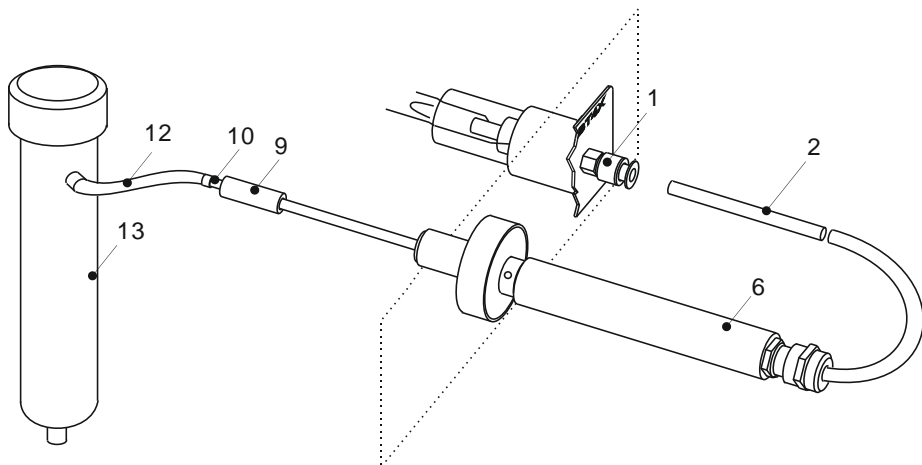

Рис. 5
3.5.1. Включите газоанализатор, используя заглушку, установленную в трубку (рис. 5), подсоедините ротаметр ко входу газоанализатора измерьте расход. Если значение расхода меньше 200 мл/мин, обратитесь к разделу 4. Для проверки расхода на выходе газоанализатора установите штуцер СБРОС (см. рис. 2б).
Для проверки нулевого сигнала соедините фильтр-поглотитель с входом пробоотборника, для чего отсоедините трубку 12 (рис. 5) от штуцера фильтра-поглотителя 13 и наденьте ее на заглушку 10, трубку 9 соедините с пробоотборником, через 10 минут зафиксируйте показания индикатора, показания не должны превышать 5 мг/м³. После окончания проверки отсоедините фильтр-поглотитель.